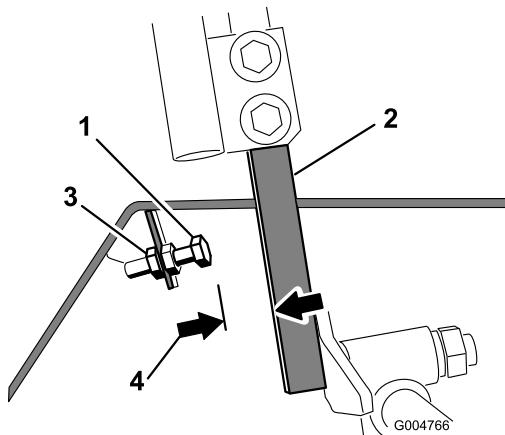

Figura 65
4. Allentate il controdado sul bullone di fermo di una delle leve di controllo (Figura 65).